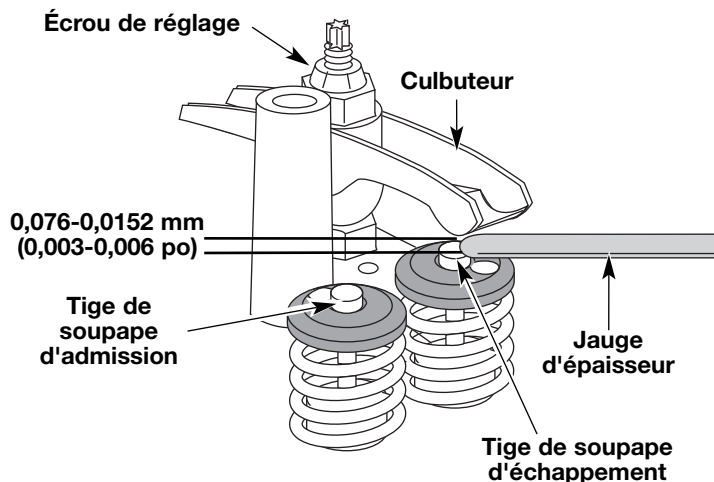

Fig. 33
- Tournez l'écrou de réglage à l'aide d'une clé de 8 mm (5/16 po) ou d'un tournevis à embout hexagonal (Fig. 33).